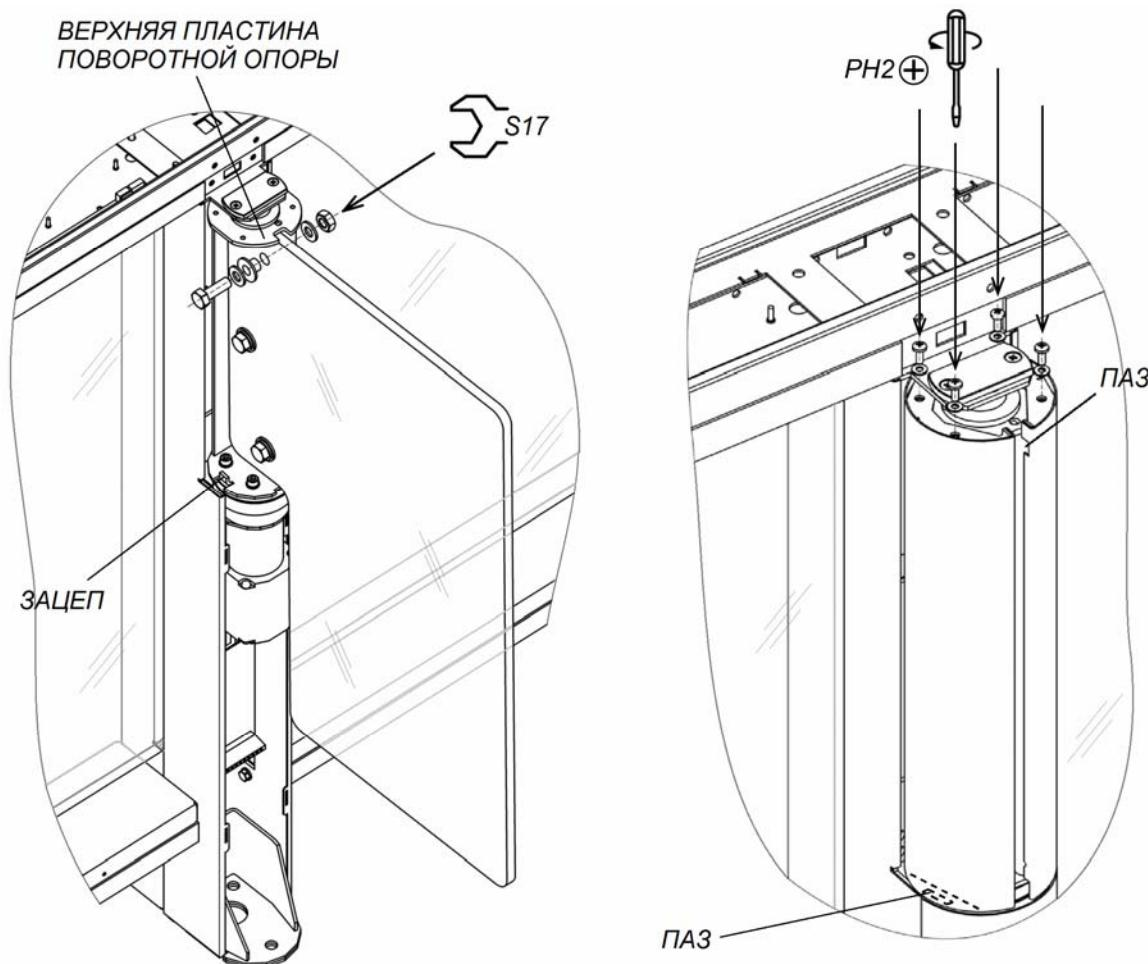

Рисунок 23. Створка и кожух створки
- Проконтролируйте состояние светодиодов на платах ДКЗП, расположенных в верхних (12) и нижних (15) коробах секций *Master* и *Slave* (в нижних коробах необходимо предварительно снять их крышки, см. разд.8.8.8):
- в случае отсутствия связи между платами ДКЗП и платой управления светодиоды на платах ДКЗП будут мигать – необходимо проверить надежность крепления кабелей DC (19) и CAN (20) в клеммных колодках.
- Установите кожухи центральных стоек (5) (разд. 8.8.1).
- Установите кожухи створок (4) (см. рис. 23, разд. 8.8.5) (взять в комплекте принадлежностей).
Снятие или установку створки производите вдвоем. Створка к поворотной опоре крепится в трех местах при помощи болтов M10×30, шайб 10, втулок пластиковых и гаек M10 (см. рис. 23). Используйте рожковые ключи S17.
2. Смонтируйте одну из частей кожуха на поворотную опору створки. Для этого оденьте кожух на верхнюю пластину поворотной опоры через пазы в верхней части кожуха, после чего сдвиньте кожух вниз до конца, введя нижний паз кожуха в зацеп, расположенный в нижней части поворотной опоры (см. рис. 23).